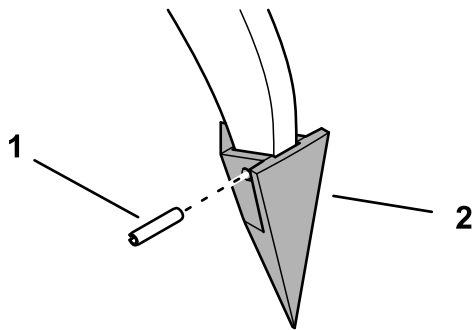

Bild 8
1. Entfernen Sie den Rollstift, der die Spitze am Ende des Zahnes sichert, und entfernen Sie die Spitze (Bild 8).
2. Setzen Sie eine neue Spitze auf das Ende des Zahnes und sichern Sie diesen mit dem Rollstift (Bild 8).